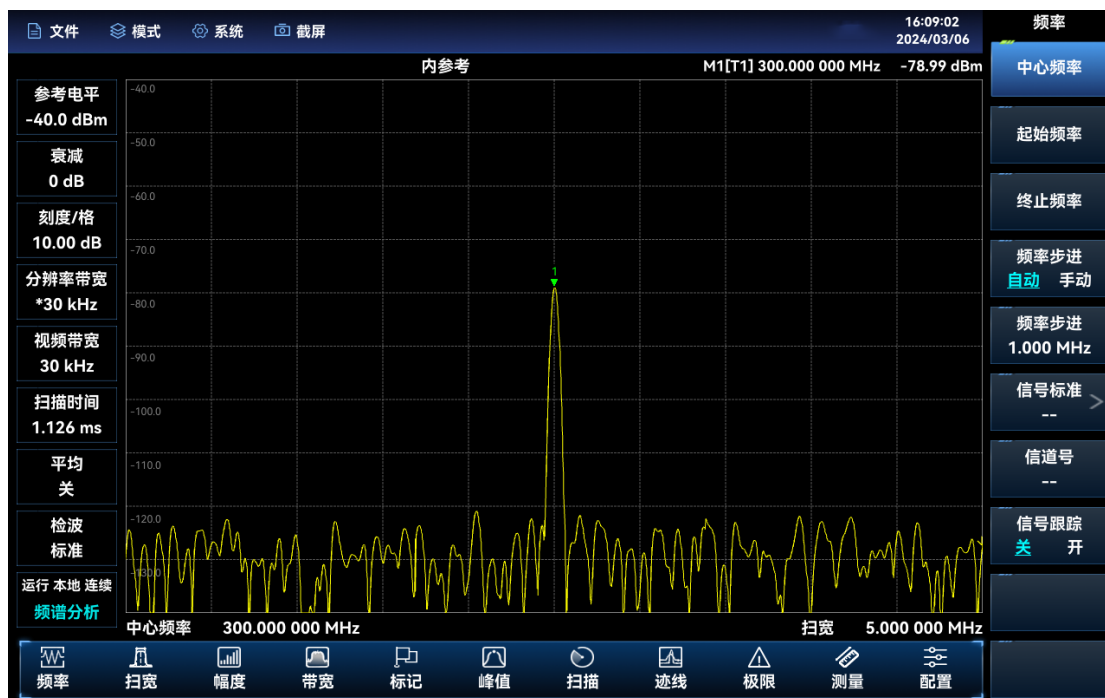

图 3.22 参考-40dBm，前放打开时的小信号
- 在此基础上可以进一步打开前置放大器开关，【幅度】→[前置放大器 关 开]，显示如图 3.22 所示。